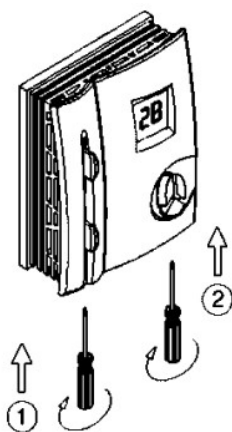

Рисунок 8.4.1
Пульт управления имеет два скользящих (ползунковых) переключателя и три кнопки (рис. 8.4.1).
- Разобрать пульт, отвинтив два винта и отведя лицевую панель вверх (в последовательности 1, 2, 3, 4 на рис. 8.4.1).